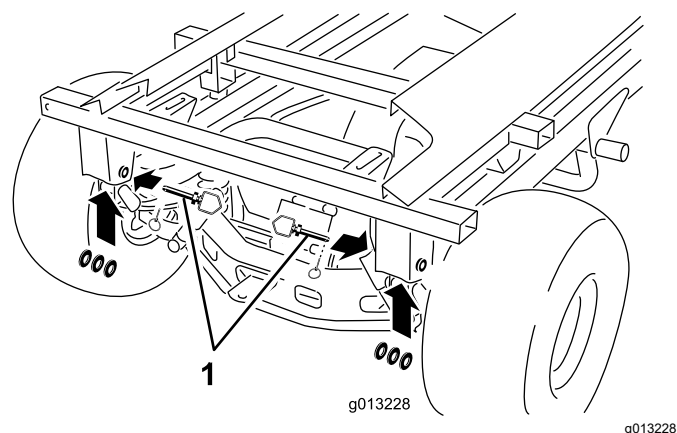

Figura 52
10. Îndepărtați cuiele de osie, tifturile de cuplare i aibele spate (Figura 52).